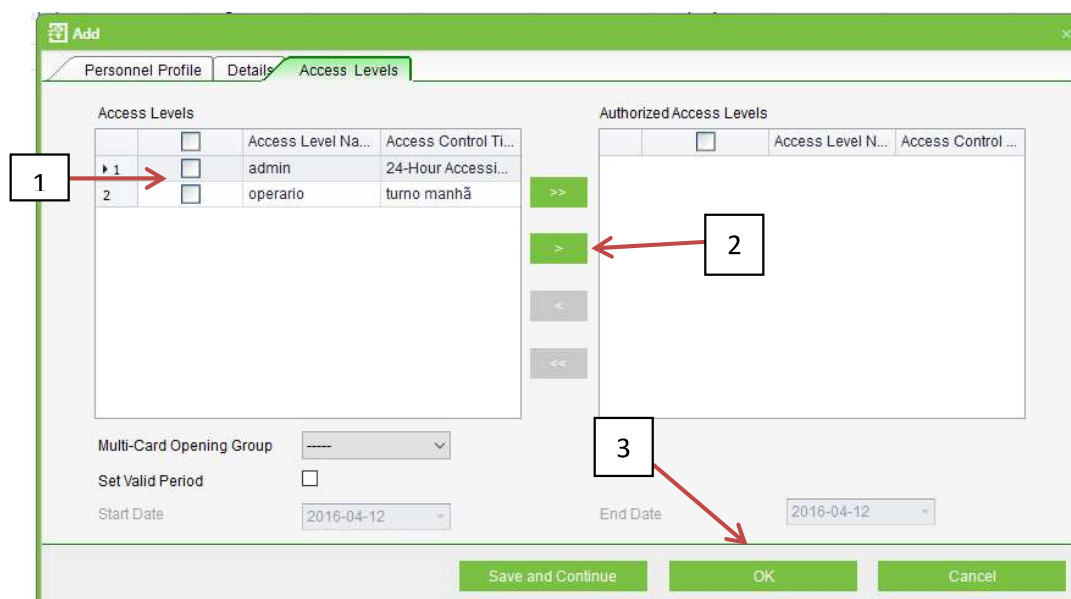

Figura 16 – Nível de acesso
**Access Levels** – Atribuir nível de acesso para o utilizador (Figura 16), esta opção vai atribuir o nível de acesso para o utilizador, os níveis de acesso foram criados no capítulo 1.5 (Ponto obrigatório para o bom funcionamento do aparelho, sem esta configuração os utilizadores não poderão abrir a porta).
Para definir o acesso para o utilizador é necessário (Figura 16):